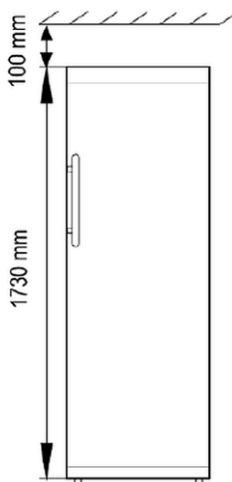

Рис. 5
- Сохранять расстояние не менее 10 см между верхней стороной прибора и находящимися над ним предметами (например, шкафом) (рис. 5).